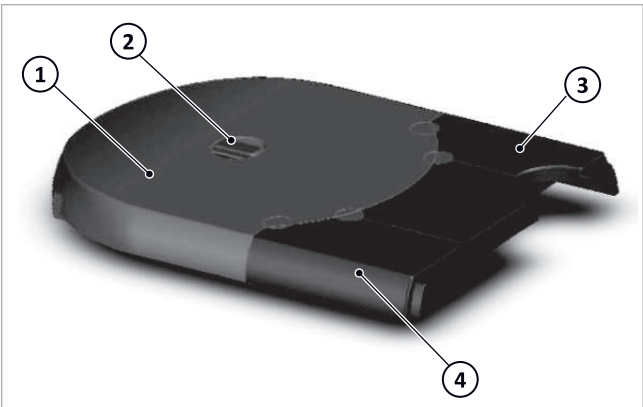
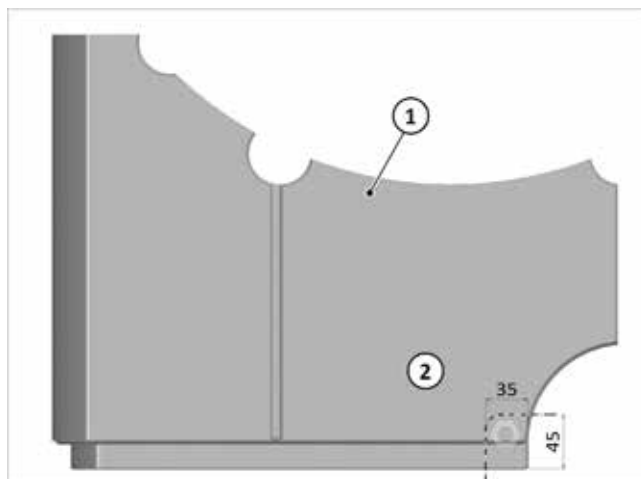

Fig. 118: Isolamento superiore SolvisBen
Fig. 122: Se necessario, tagliare l'accesso della tubazione del gas
1. Gli isolamenti superiori della WWS → *fig. 118 (4)* e HKS → *fig. 118 (3)* devono essere montati inserendoli dall'alto.
2. Prendere l'isolamento del contenitore → *fig. 118 (1)* e rimuovere delicatamente con un coltello affilato i quattro espansi della WWS (5) facendo leva sulle scanalature (6).
4. Posizionare l'isolamento del contenitore → *Fig. 118 (1)* sopra al contenitore.
- laterali a sinistra e a destra (1)
- centrale posteriore (2)
- centrale anteriore (3)
6. Posizionare l'isolamento superiore della HKS → *fig. 118 (3)*.
7. In caso di posizionamento della tubazione del gas in alto, tagliare l'isolamento superiore della WWS (1, vedere anche → *Fig. 118 (4)*) prima del montaggio → *Fig. 122 (sagoma in dotazione)*.
1. Posizionare l'isolamento superiore assemblato → Fig. 118 (1+2+3+4) completo sul contenitore.